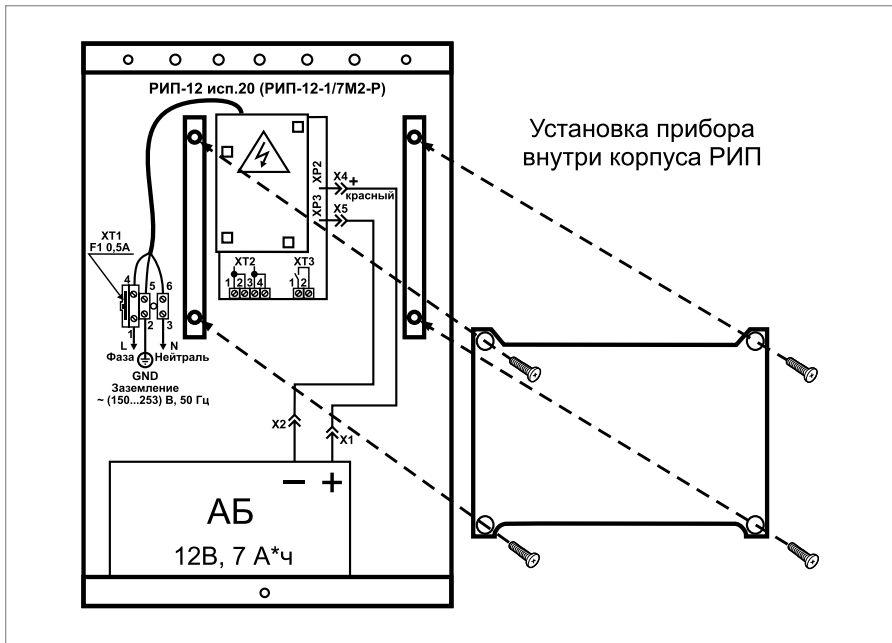

Рисунок 11. Установка прибора внутри корпуса РИП
8. Установка прибора внутрь корпуса РИП осуществляется на специальные П-образные уголки, закрепленные внутри корпуса РИП. Крепление устанавливаемого прибора производится с помощью винтов М3 из комплекта поставки (см. Рисунок 11).